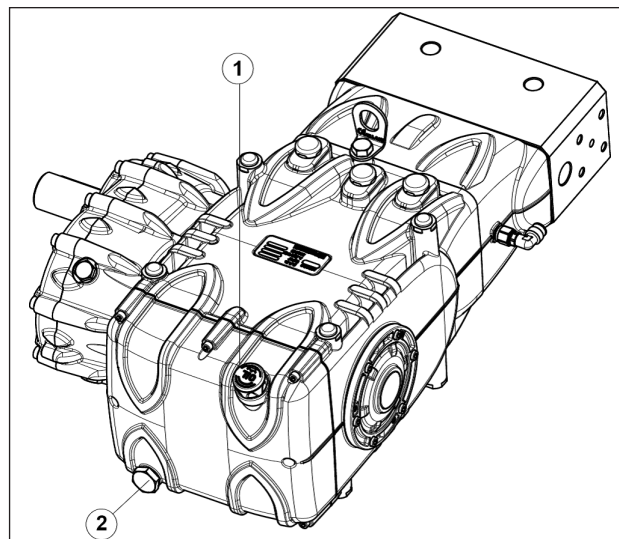

Fig. 3
Contrôler le niveau de l'huile à l'aide de la jauge rep. ①, Fig. 3. Pour contrôler le niveau d'huile, la pompe doit être à température ambiante ; pour la vidange de l'huile, la pompe doit être à température de fonctionnement. Retirer le bouchon rep. ②, Fig. 3.
Enfiler une sonde de température dans le bouchon de vidange d'huile, rep.(2) fig.3. Voir manuel « PROTECTION ANTIDÉFLAGRANTE ATEX ».